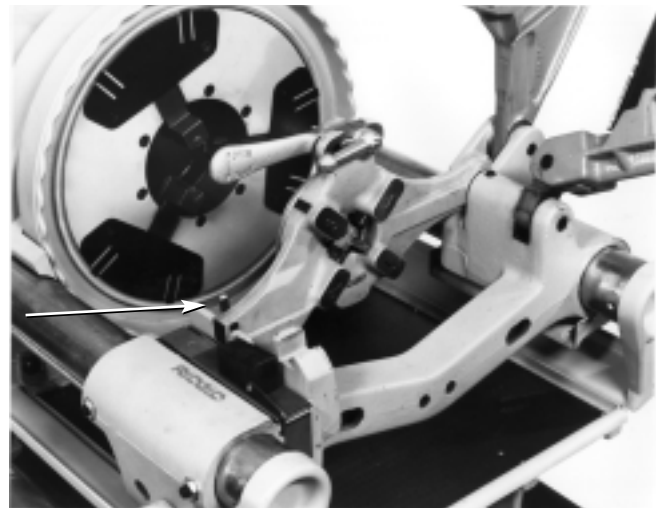

Figura 8 – Pestillo en los Cabezales de terrajas de mano izquierda
9. Suelte el pestillo en el Cabezal de terrajas No. 713 ó 913 (*Figura 8*) y mueva el cabezal a la posición de UP (arriba).